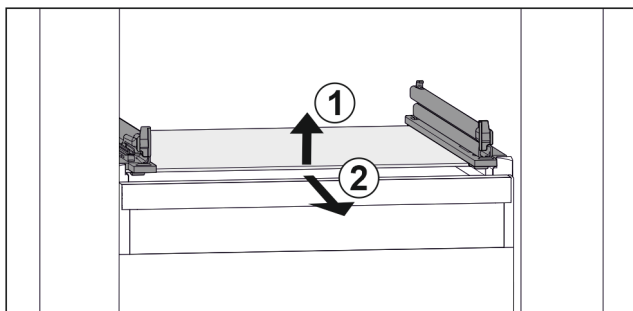

Fig. 51 Exempel på glashylla
- ▶ Lyft glashylla framtill. Fig. 51 (1)
- ▶ Ta ut glashylla framåt. Fig. 51 (2)